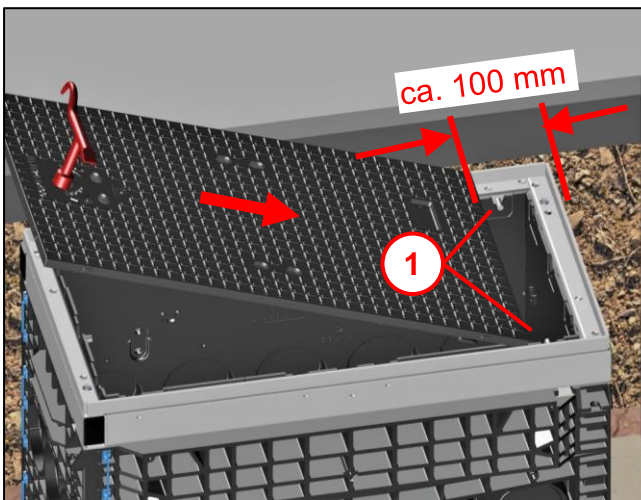

Abb. 27
- Schachtabdeckung (2) mit geeignetem Aushebewerkzeug (1) anheben und auf den Stahlrahmen (3) aufsetzen.
- Hierzu folgenden Schritt in Abb. 27 beachten!